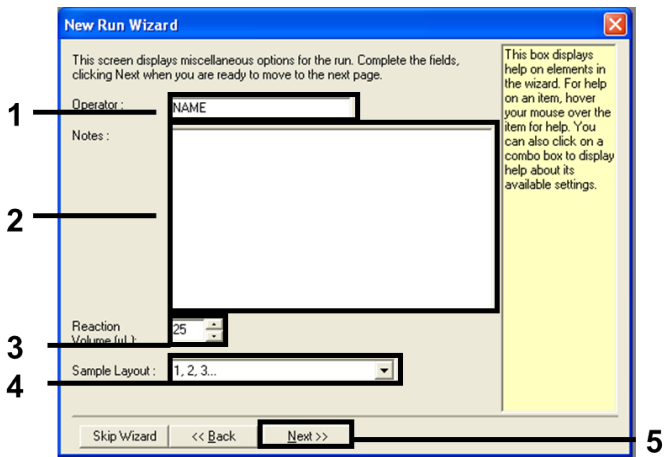

Figura 2. Introducción del nombre del usuario y los volúmenes de reacción.
4. Introduzca el nombre del operador en el campo Operator (Operador). Añada notas y establezca el valor 25 en el campo Reaction Volume (Volumen de reacción). Asegúrese de que los valores del campo Sample Layout (Disposición de muestras) sean 1, 2, 3.... Haga clic en Next (Siguiete) (Figura 2).